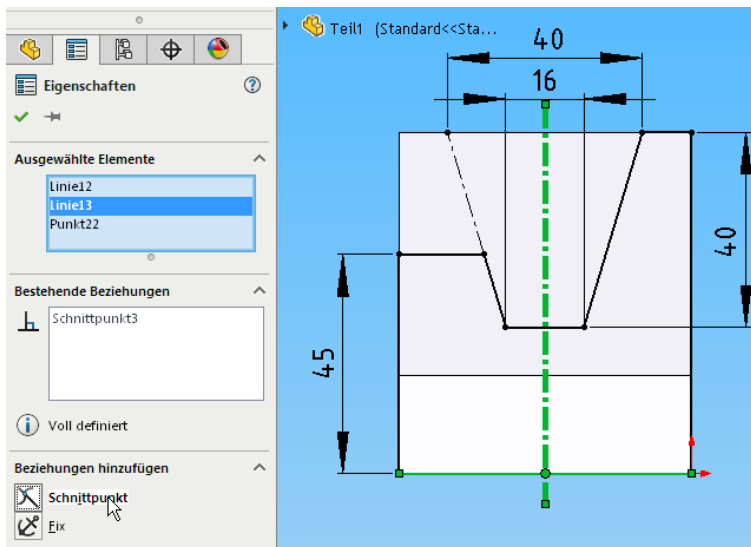

Bild 2.33: Setzen eines Skizzenpunktes als Referenz für weitere Skizzenbeziehungen. Auch *Schnittpunkt* erwartet drei Elemente, genau wie *Symmetrie*.
- Der Punkt selbst ist noch gewählt. Markieren Sie zusätzlich die Mittellinie und die Waagerechte, kontrollieren Sie diese drei Elemente über das Auswahlfeld – nur *Linien*, keine *Kanten* dürfen gewählt sein! –, dann wird im PropertyManager die Skizzenbeziehung *Schnittpunkt* angeboten. Aktivieren Sie sie (Bild 2.33).